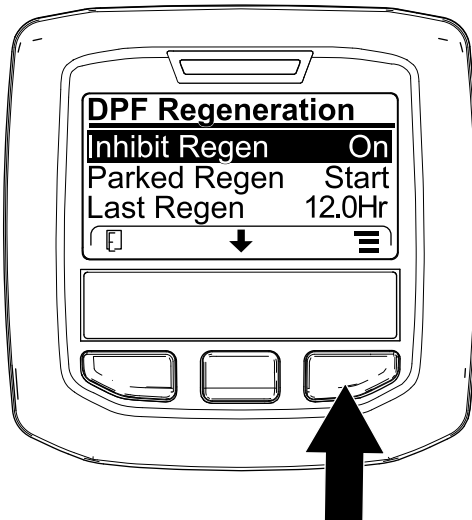
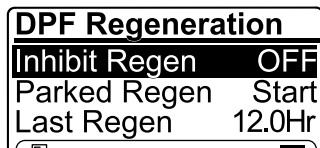

Figure 76
Figure 77
1. Ouvrez le menu DPF Regeneration (régénération du FAP), appuyez sur le bouton central pour naviguer jusqu'à l'option INHIBIT REGEN (interdiction de régénération), et appuyez sur le bouton droit pour la sélectionner (Figure 76).
2. Appuyez sur le bouton droit pour changer l'option d'interdiction de régénération de On (activée) à Off (désactivée) (Figure 76) ou inversement (Figure 77).